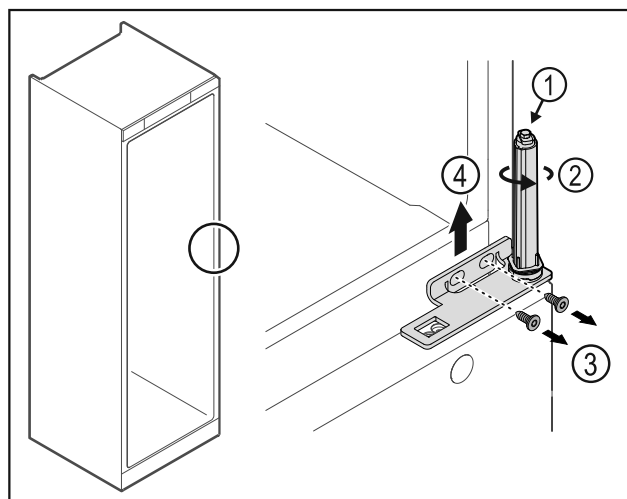

Fig. 27
- ▶ 请勿拆解关门系统 Fig. 27 (1)。
- ▶ 转动关门系统 Fig. 27 (2)，直至听到咔嚓声。
- ▶ 松开螺栓 Fig. 27 (3)，朝上取下合页角铁 Fig. 27 (4)。